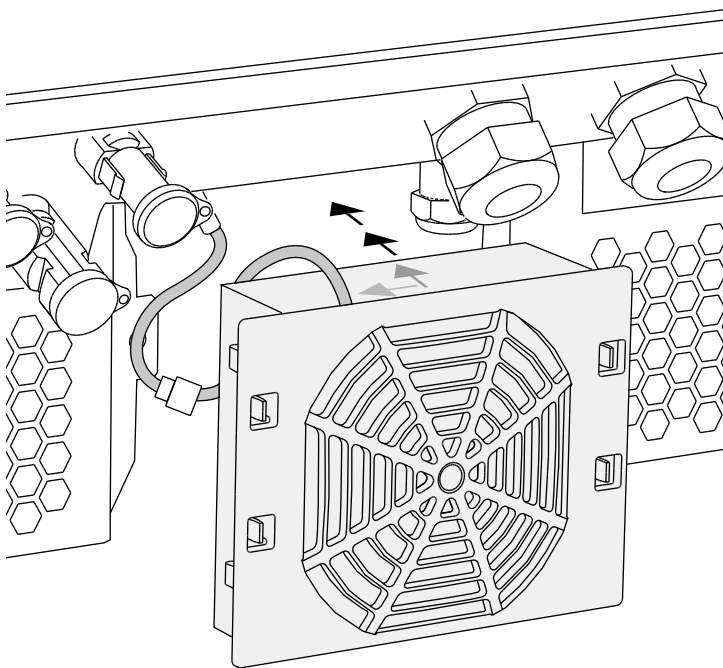

Fig. 73: Montaggio ventola
- La ventola sia montata correttamente nel telaio (direzione del flusso d'aria).  **Fig. 73**